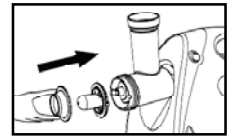

fig. 10
- 1- Placer les 2 pièces du moule à chausson respectivement comme indiqué sur la figure 10 ; les têtens d'arrêt doivent être introduits exactement dans les logements prévus.